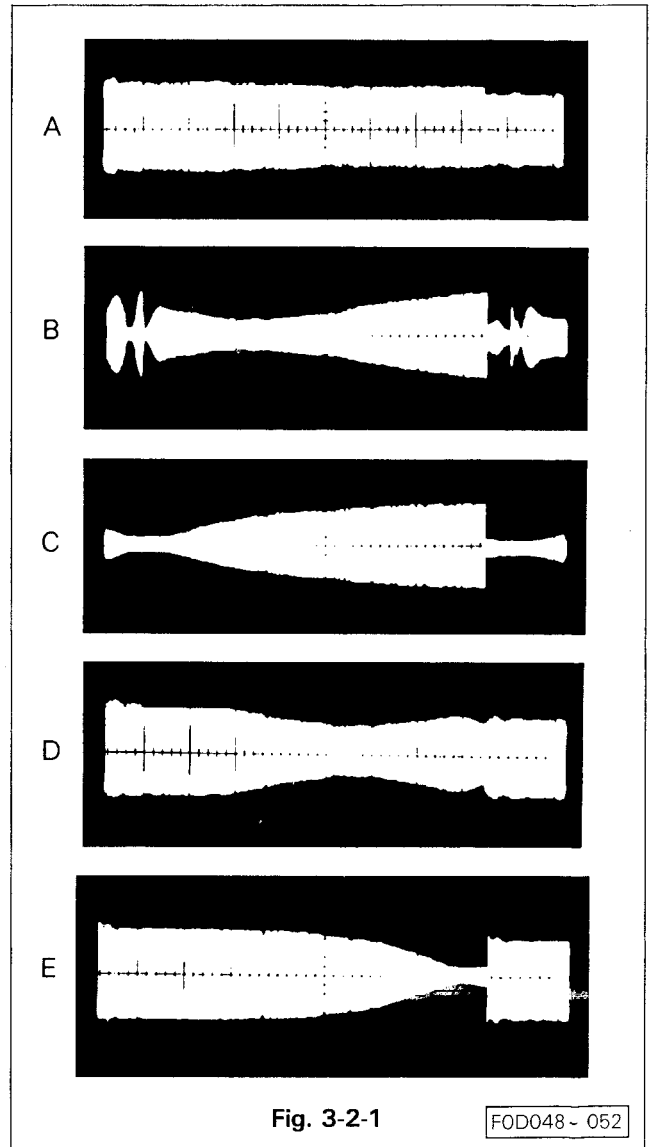

Fig. 3-2-1
3-2-1 REGLAGE DU GALET GUIDE BANDE (Voir Fig. 3-2-1)
- Vérifier que l'enveloppe FM est plate (linéaire). (Voir Fig. 3-2-1-A)
- Effectuer le réglage du guide-bande débiteur suivant le § 3-2-2 si l'enveloppe du signal FM est comme B ou C de la Fig. 3-2-1. Se référer au réglage du guide bande récepteur du § 3-2-3 si l'enveloppe du signal FM se présente comme en D ou E de la Fig. 3-2-1.
3-2-2 REGLAGE DE LA HAUTEUR DU GALET GUIDE BANDE DEBITEUR (Voir Fig. 3-2-1)
- Dans la plupart des cas, le galet guide débiteur est réglé bas lorsque la forme de l'enveloppe FM se rapproche de la figure B, et il est réglé trop haut si elle se rapproche de la figure C. Régler la hauteur du galet guide en tournant la vis de réglage de façon à ce que la forme du signal obtenu se rapproche du schéma A Fig. 3-2-1.
3-2-3 REGLAGE DE LA HAUTEUR DU GALET GUIDE RECEPTEUR (Voir Fig. 3-2-1)